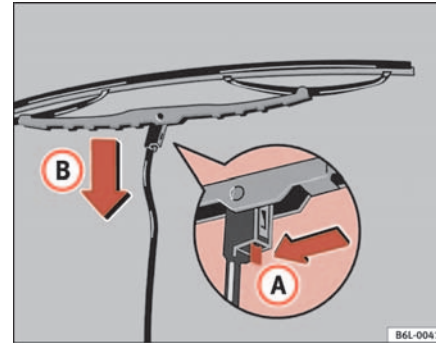

Fig. 124 Cambio escobilla limpiaparabrisas
- Oprima el resorte de seguridad en el sentido de la flecha **A** ⇒ fig. 124.
- Desenganche la escobilla en el sentido de la flecha **B** ⇒ fig. 124 y a continuación extráigala del brazo en el sentido contrario. ▶